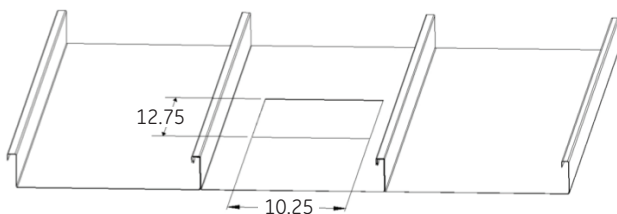

FIGURA 1
1. Haga un corte rectangular de 10.25" por 12.75" (máximo de 10.50" por 13.00") en el techo para montar el aparato. Si el tamaño del corte en el techo es de menos de 10.25" por 12.75", agrande el corte a esa medida. La abertura interior de la placa decorativa puede ser usada como guía para mostrar el tamaño mínimo del corte. (Vea la figura 1)